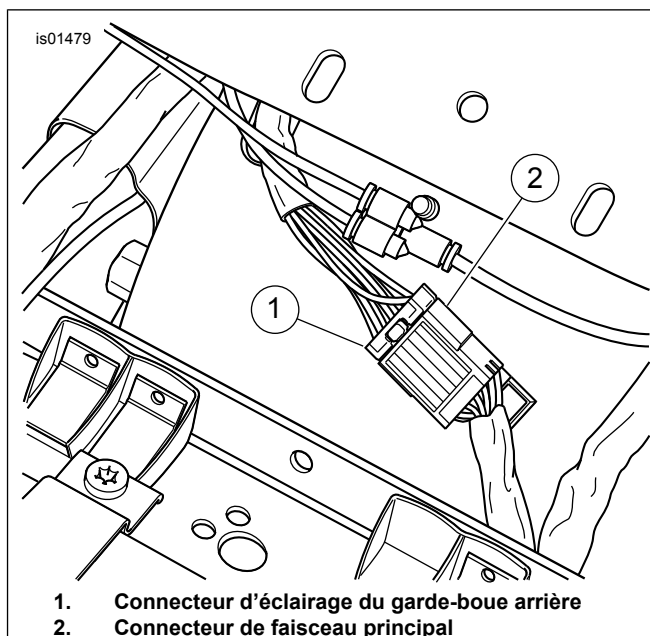

Figure 1. Connecteur d'éclairage de garde-boue arrière typique (FLHTC illustré)
1. Voir Figure 1. Repérer le faisceau de fils arrière sortant du garde-boue arrière, dans l'espace situé sous la selle. Déconnecter le connecteur (1) du câblage de garde-boue arrière du connecteur (2) du faisceau principal.